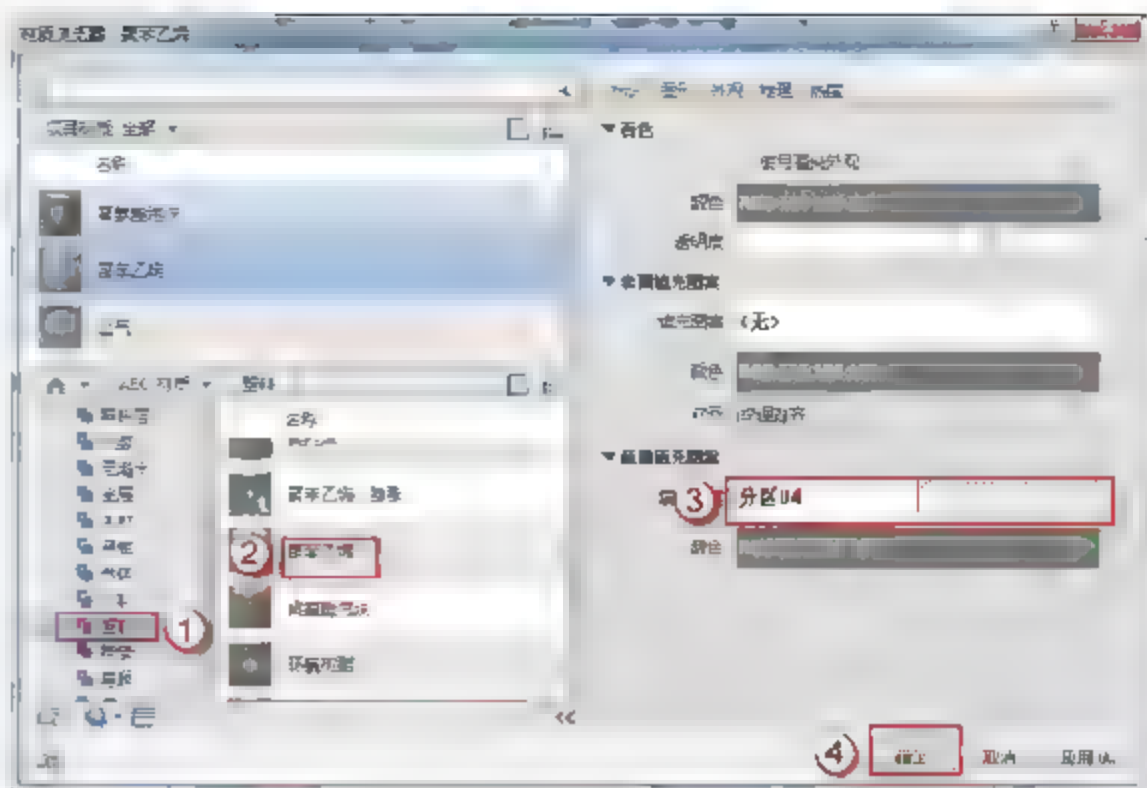

图 9.1.21 编辑“面层 1[4]”材质
(8) 编辑“面层 1[4]”材质。在“编辑部件”对话框中，单击“面层 1[4]”对应的“材质”单元格右上角的“浏览”按钮，在弹出的“材质浏览器”对话框中，在“AEC 材质”下选择“塑料”→“聚苯乙烯”，在“截面填充图案”中选择“分区 04”图案，如图 9.1.21 所示。单击“确定”按钮，返回“编辑部件”对话框，然后将其对应的厚度改为“50mm”。